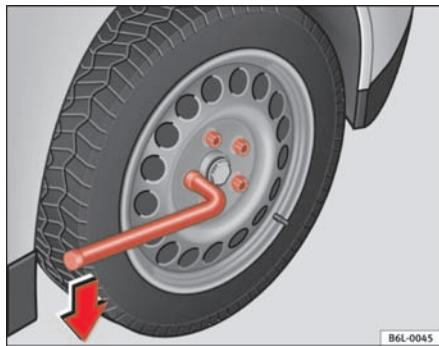

Fig. 131 Cambio de rueda: aflojar los tornillos de rueda
- Agarre la llave por el extremo y gírela aproximadamente una vuelta hacia la **izquierda** ⇒ **fig. 131**.